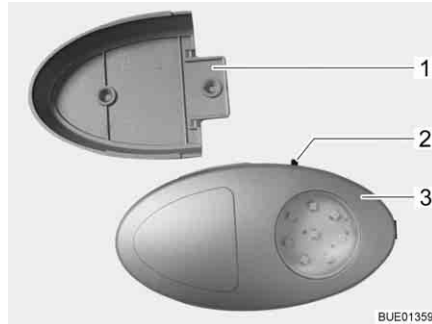

Bild 83 Kleiderschrankleuchte
- ▷ Die Kleiderschrankleuchte kann aus der verschraubten Halterung (Bild 83,1) herausgezogen und als Taschenlampe verwendet werden.
Der Ein-/Ausschalter (Bild 83,2) ist direkt an der Kleiderschrankleuchte (Bild 83,3) angebracht.